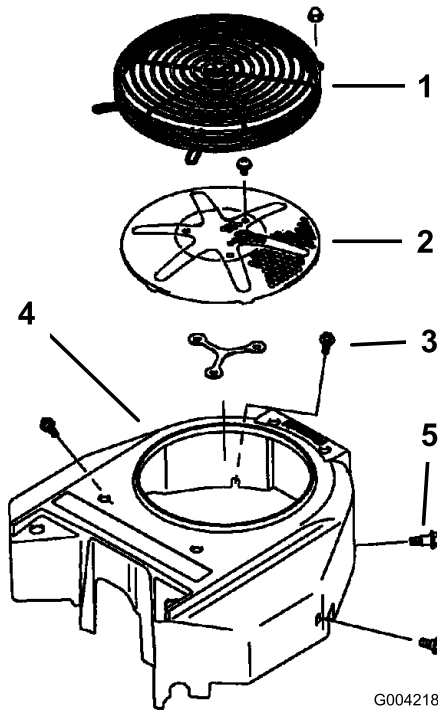

Bild 56
Entfernen Sie Schnittgut, Schmutz und andere Fremdkörper vor jedem Einsatz der Maschine vom Luftansauggitter des Motors. So gewährleisten Sie eine ausreichende Kühlung sowie die korrekte Motordrehzahl und reduzieren die Gefahr einer Überhitzung und mechanischer Motorschäden (Bild 56).
3. Entfernen Sie das Luftansauggitter, den Rücklaufstarter und das Lüftergehäuse (Bild 56).
5. Montieren Sie das Luftansauggitter, den Rücklaufstarter und das Lüftergehäuse (Bild 56).